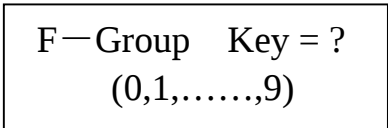

图 29
(1) 在显示图 5 或图 6 的情况下，按前面板的“9”键，显示图 29